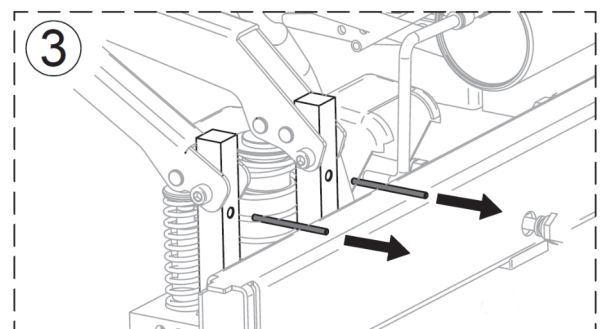

Abb. 17: Entfernen der Stifte
Schritt 3: Wenn die Pedale gut befestigt sind, nehmen Sie gemäß Abbildung 17 den Stift heraus, um die Pedale benutzen zu können.